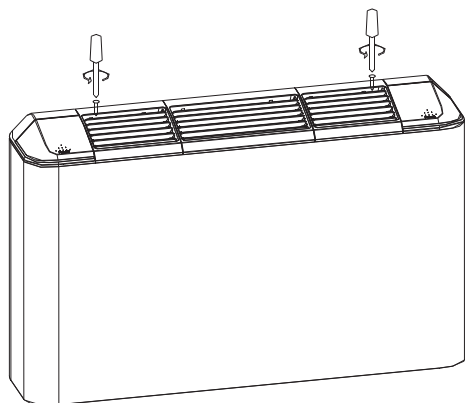

Рис. 1
1. Снимите наружную крышку термостата (рис. 1).